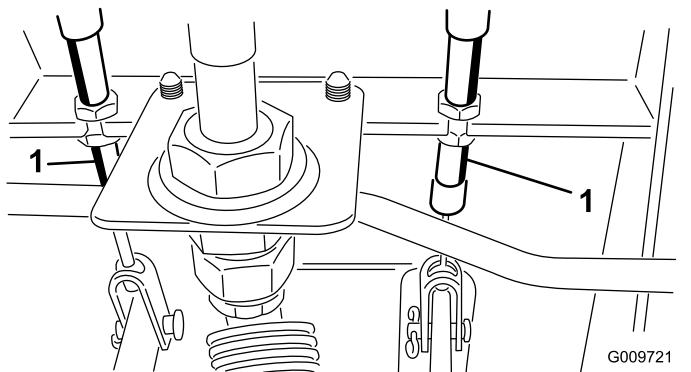

Рисунок 73
- А. Отпустите переднюю гайку на резьбовом конце троса тормоза (Рисунок 73).